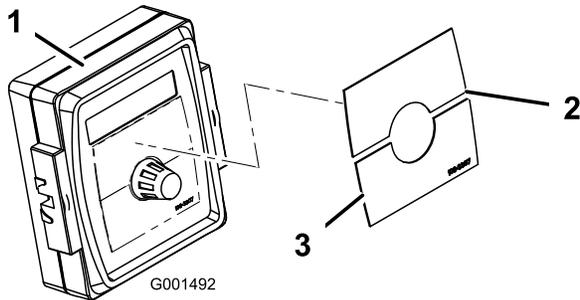

Figure 25
4. Apposez l'autocollant Spray Pro sur le moniteur (Figure 25).